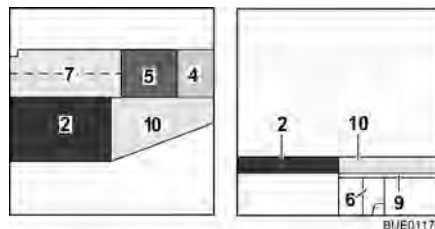

Fig. 120 Después de la transformación
- Colocar el cojín del asiento (Fig. 120,5) en el centro.
- Colocar el cojín del respaldo (Fig. 120,4) entre el cojín del asiento y la pared.
- Colocar el cojín adicional (Fig. 120,10) sobre el ensanchamiento de cama.